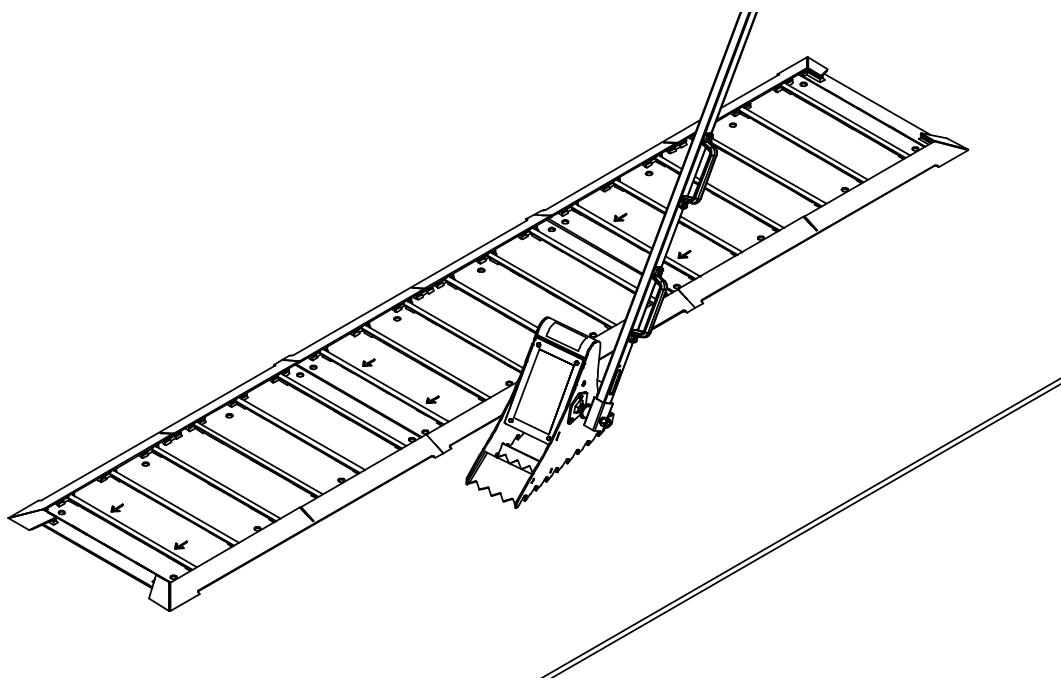

Figura 51
Siempre que se realice el mantenimiento bajo la plataforma del nivelador de muelle, sostenga la plataforma con el apoyo de mantenimiento (C). Coloque el apoyo de mantenimiento detrás de la placa de cabezal delantero (D) mientras se mantiene alejado del labio. El labio se plegará hacia abajo si la plataforma descansa en el apoyo de mantenimiento. Bloquee el apoyo de mantenimiento en la posición de servicio (vertical) con un dispositivo de bloqueo aprobado por OSHA* (A) y un dispositivo de etiquetado* (B). Consulte las Figura 51 y Figura 52.
3. Pruebe la retracción con la calza en el suelo junto la segunda placa de retención. Revise que el brazo se retraiga hacia la pared en 5 segundos o menos. Siga ajustando la tensión del resorte con el tensor si es necesario. Consulte la **Figura 51 en la página 44**.